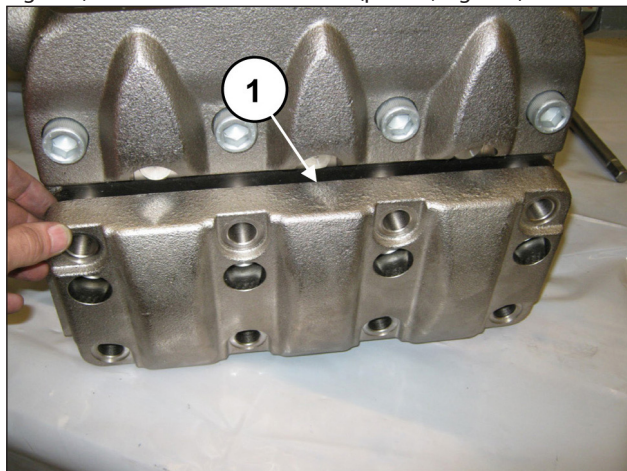
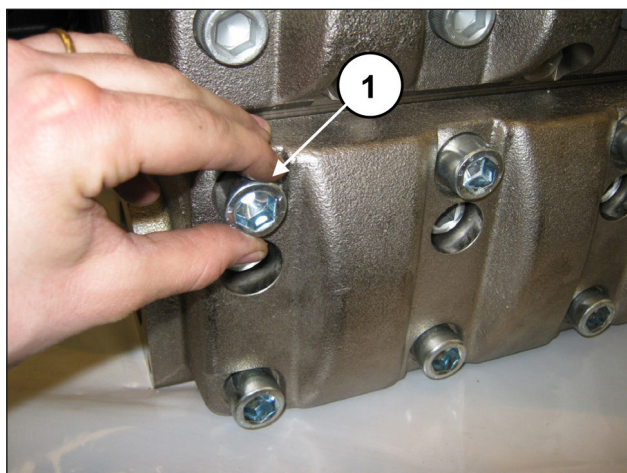

Fig. 154
Fig. 155
Dopo aver terminato il montaggio dei gruppi valvola aspirazione applicare il coperchio valvole aspirazione (pos. ①, Fig. 154) e avvitare le 8 viti M18x65 (pos. ①, Fig. 155).